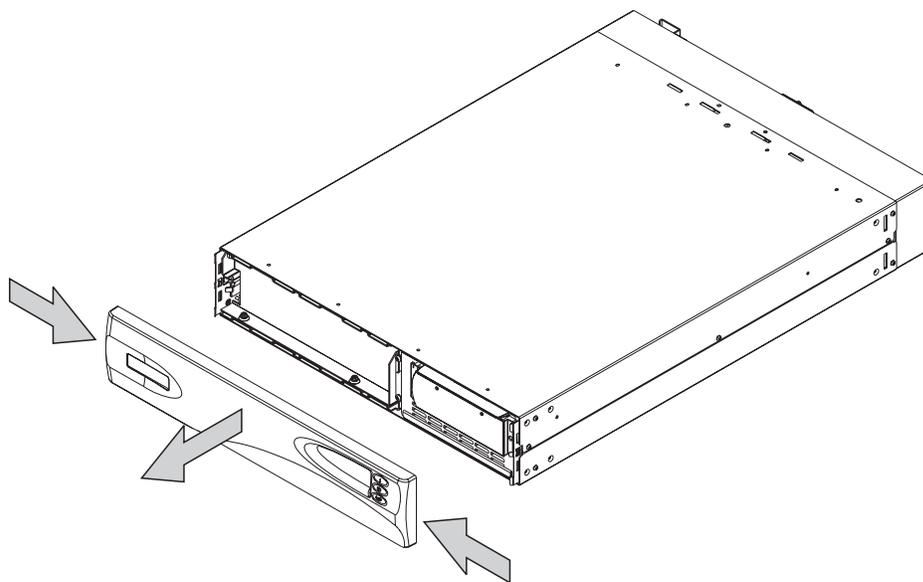

図 266. 2145 UPS のフロント・パネルの取り外し
3. 図 266 に示すように、フロント・パネルの両側面を内側に押し、次に両端を手前に引いて、フロント・パネルを取り外します。